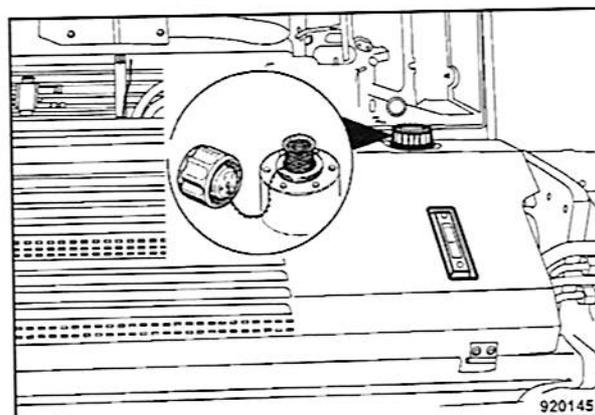

Fig. 174
- Retirar el cierre de llenado (Fig. 174).